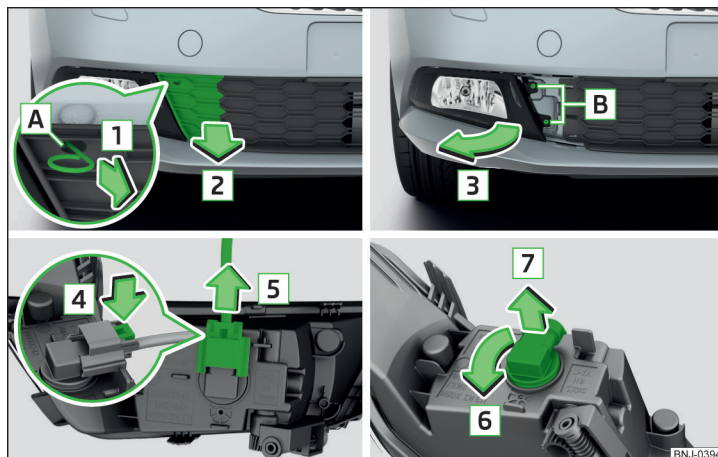

Fig. 290 Demontarea farului de ceață/înlocuirea becului
- » Introduceți brida pentru extragerea capacelor integrale de roată în degajarea **A** » fig. 290.
- Introduceți farul de ceață în sens contrar săgeții **3** » fig. 290 și înșurubați-l.